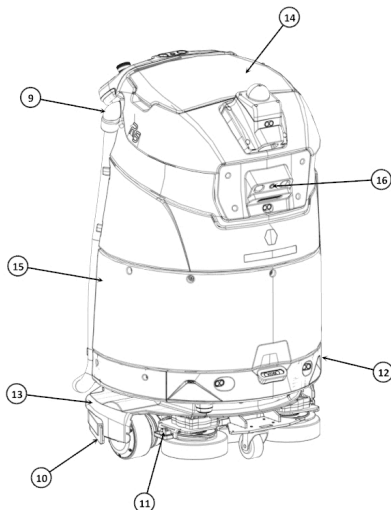

Figura 2
- 9. Furtun de aspirație (Figura 2)
- 10. Lamelă de cauciuc a racletei (Figura 2)
- 11. Zăvor cartuș perie (Figura 2)
- 12. Bară de senzori (Figura 2)
- 13. Racletă (Figura 2)
- 14. Capac rezervor apă murdară (Figura 2)
- 15. Panou frontal (Figura 2)
- 16. Cameră RGB frontală (Figura 2)